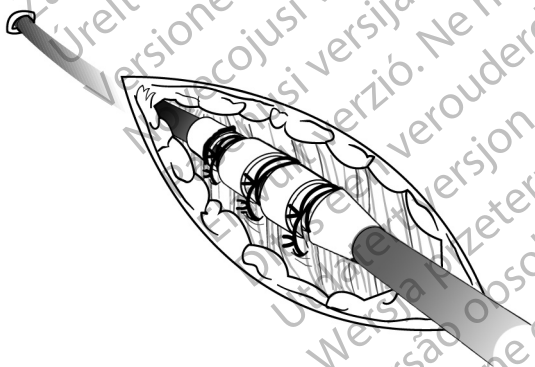

Figura 10. Ejemplo de manguito de sutura, técnica de implantación percutánea
1. Pele la vaina introductora y deslice el manguito de sutura profundamente en el tejido (Figura 10 Ejemplo de manguito de sutura, técnica de implantación percutánea en la página 28).